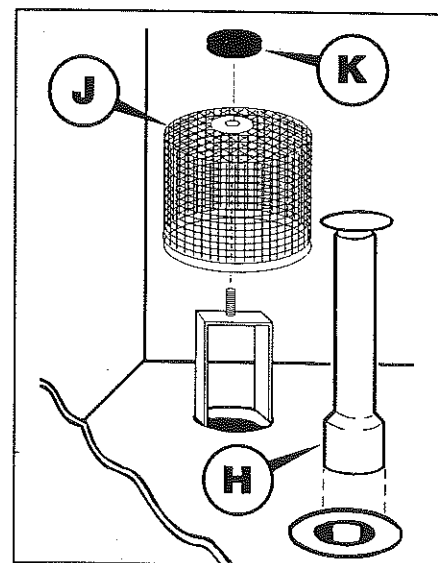

Fig. 10
- scaricare la vasca estraendo il troppopieno **L** (fig. 10);